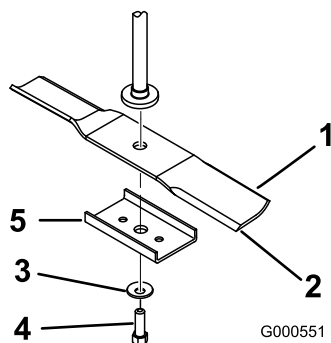

Figura 47
2. Togliete il bullone della lama, la rondella curva, il rinforzo della lama e la lama dall'asse del fusello (Figura 47).
1. Montate la lama sull'asse del fusello (Figura 47).
2. Montate il rinforzo della lama, la rondella curva (lato concavo verso la lama) ed il bullone della lama (Figura 47).